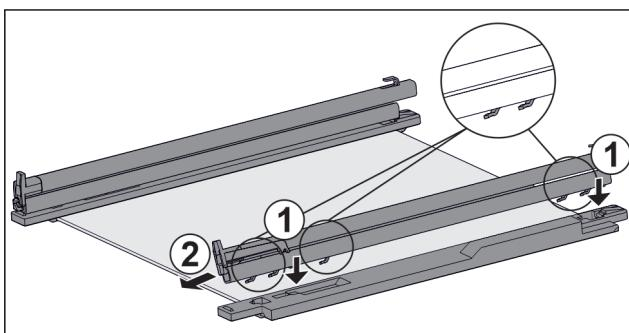

Fig. 48 Steklena plošča z vodili in držalnimi deli
- Kavelj vodila namestite na odprtine **levega** držalnega dela. Fig. 48 (1)
- Vodilo potisnite proti sprednji strani. Fig. 48 (2)
- Kavelj vodila namestite na odprtine **desnega** držalnega dela. Fig. 48 (1)